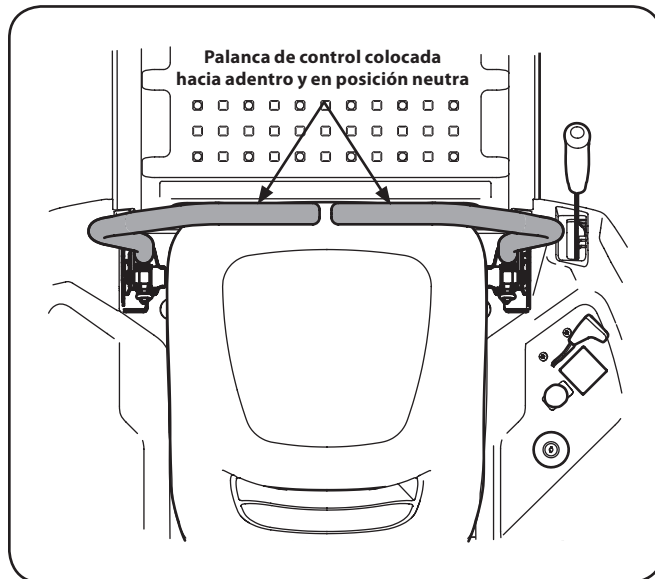

Figura 5-2
2. Mueva las palancas de control de transmisión del lado derecho y del lado izquierdo hacia adentro, en posición neutra, lo cual desactiva también el freno de mano. Consulte la Figura 5-2.